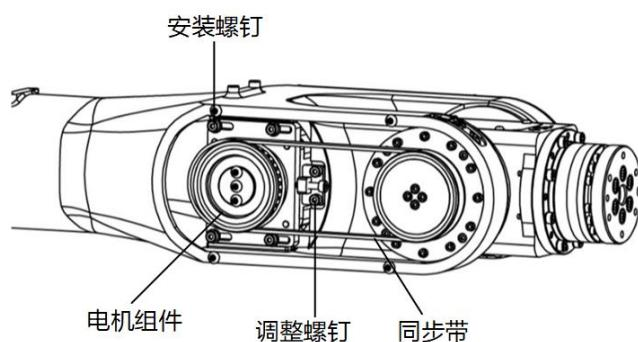

图 12-12 拆卸同步带
- 步骤5.** 拆卸电机座四颗 M4 螺钉，如图 12-12 所示。